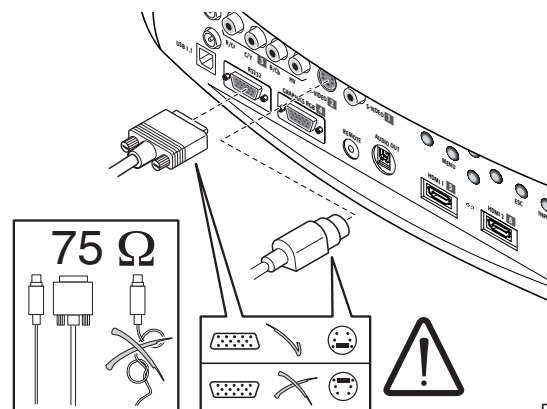

Fig. 15
- Ad esclusione dei connettori coassiali di tipo RCA, verificate sempre il corretto verso di inserzione dei connettori nelle rispettive prese per evitare deformazioni dei piedini (Fig.15).